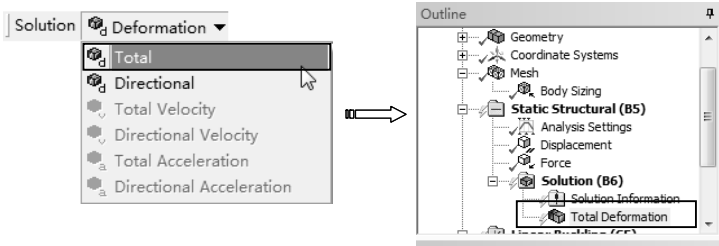

图 7-29 添加变形求解项
- 2) 求解变形。单击【Solution】工具栏上的【Deformation】|【Total】命令，此时在分析树中插入【Total Deformation】项，如图 7-29 所示。